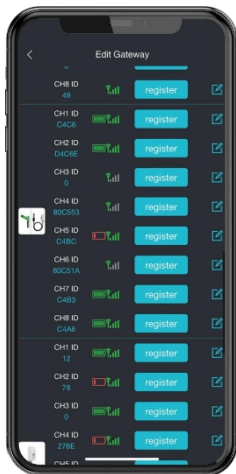

Abbildung 32: Gateway in der Ecowitt-App bearbeiten
- Es werden bis zu 16 Kanäle unterstützt. Die Kanalnamen können in der App bearbeitet werden, wie in Abbildung 32 dargestellt.